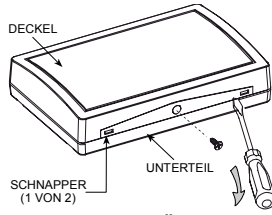

Abbildung 6: Öffnen des Gehäuses
- A. Entfernen Sie die Schraube, die Ober- und Unterteil fixiert (Abb. 6).